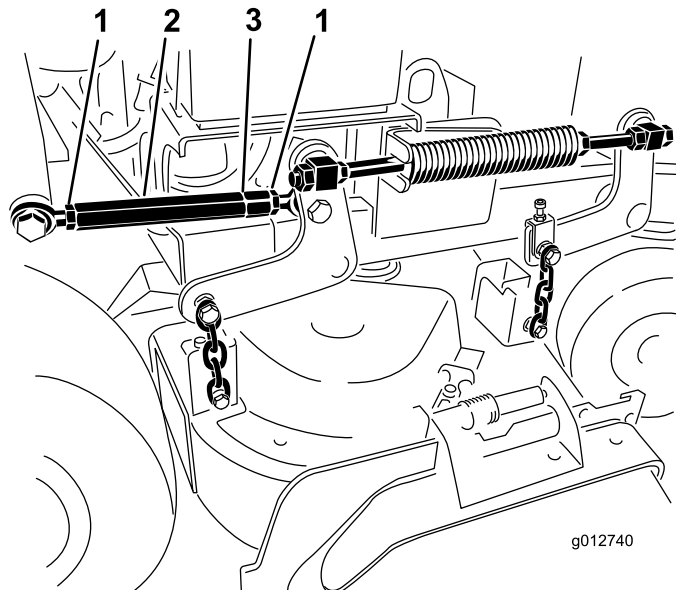

図 86
7. ターンバックルの両端にあるジャムナットをゆるめる (図 86)。
注 ターンバックルの端部に溝が切ってある側のネジは左ネジですから注意してください (図 86)。